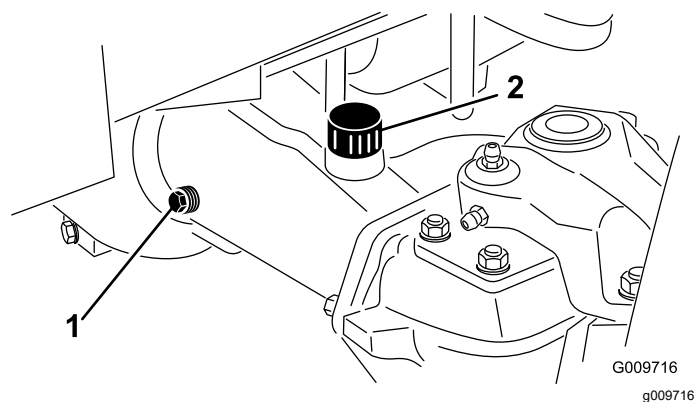

図 79
2. アクスルの一方の端部から点検用プラグを抜き、穴の高さまで潤滑油があることを確認する 図 79。